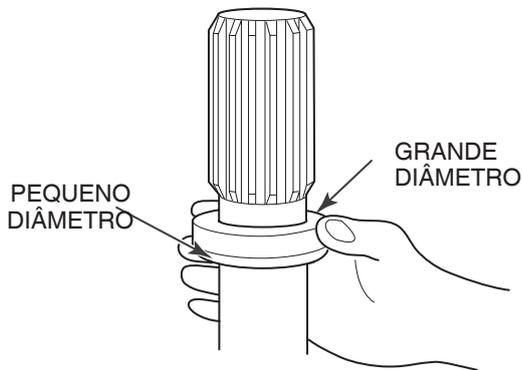

Figura 8.22
4. Instale o novo selo no pescoço do eixo estriado. Certifique-se que o diâmetro menor se ajusta nas estrias primeiro. Figura 8.22.